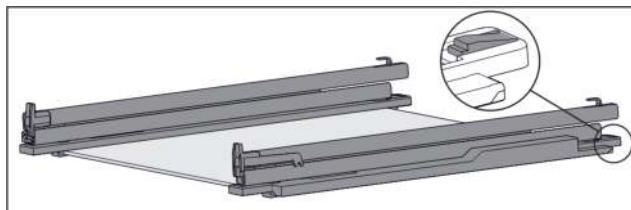

Fig. 120 Glasplatte mit Schienen und Halteteilen
- Halteteil hinten herunterdrücken (siehe Fig. 120) und gleichzeitig Schiene nach hinten schieben.